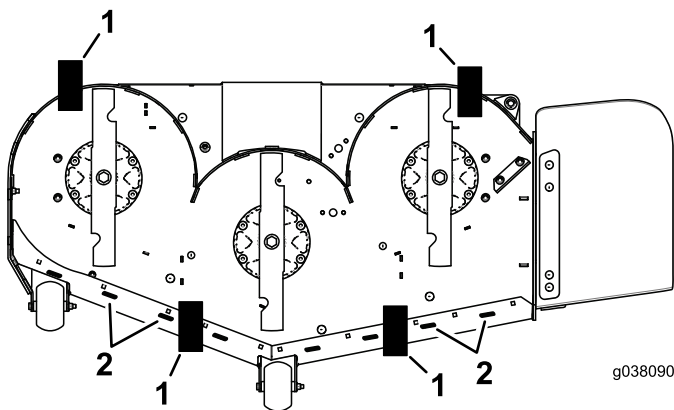

Figure 86
9. Placez 2 cales (voir le tableau ci-dessous) sous le bord arrière de la jupe du plateau de coupe de chaque côté du plateau de coupe (Figure 86).